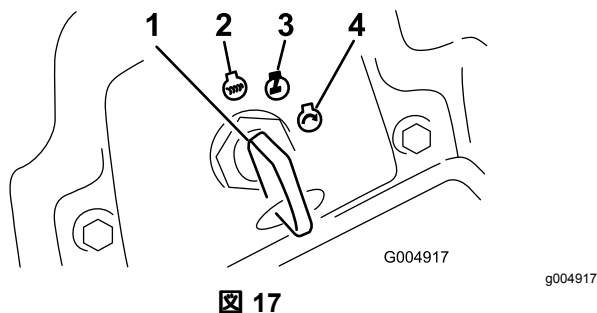

図 17
5. キーを RUN 位置に回す **図 17**。
2. キーを OFF 位置に回す **図 17**。すべての部分が完全に停止してから運転席を立つ。